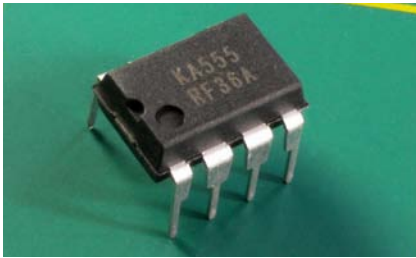

Abbildung 4-2. Ein integrierter Schaltkreis im »Plastic Dual-Inline Pin«-Gehäuse, kurz PDIP bzw. meistens DIP.
Abbildung 4-2 zeigt das, was oft als integrierter Schaltkreis (englisch »integrated circuit«) oder kurz »IC« bezeichnet wird. Der eigentliche Schaltkreis ist in eine winzige Siliziumscheibe, den »Chip« geätzt. Dieser Chip ist in einem Kunststoffgehäuse (engl. »package«) eingegossen. Winzige Drähte verbinden die Schaltung im Inneren mit den zwei Reihen von Pins an den Längsseiten. Wenn ich in diesem Buch das Wort »Chip« benutze, meine ich immer das gesamte Objekt, inklusive der Pins, wie es auch dem allgemeinen Sprachgebrauch entspricht.
Auf fast jedem Chip ist eine Bezeichnung, eine Teilenummer aufgedruckt. In Abbildung 4-2 ist die Teilenummer KA555. In Abbildung 4-3 ist die Teilenummer des DIP-Chips M74HC00B1 und die des SMD-Chips ist 74LVC07AD. Die zweite Zeile mit Zahlen und/oder Buchstaben kannst du ignorieren, sie gehört nicht zur Teilenummer.
- 555-Timer. STMicroelectronics SA555N, Fairchild NE555D oder ähnlich. Kaufe nicht die »CMOS«-Version dieses Chips oder irgendeine Variante mit höherer Genauigkeit oder so. Kaufe die billigsten, die du finden kannst. Anzahl: 10. Der Chip in Abbildung 4-2 ist ein 555-Timer.